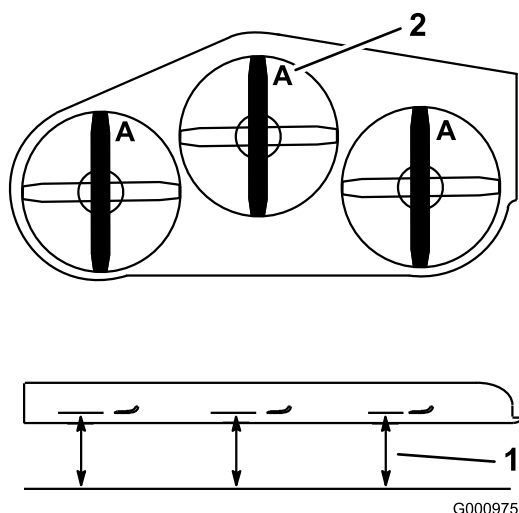

図 85
- A位置で、平らな床面からブレードの刃先までの高さを測る 図 85。